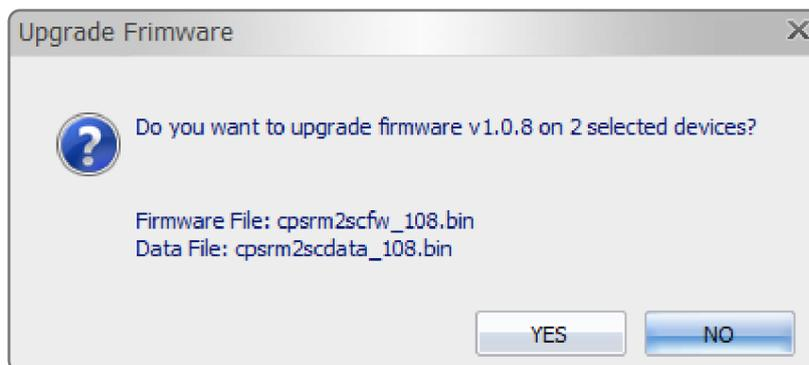

Figure 8. Fenêtre de confirmation du message de mise à niveau du firmware.
7. Cliquez sur « Oui » pour démarrer la mise à niveau du firmware sur les équipements sélectionnés, comme illustré dans la figure 8.